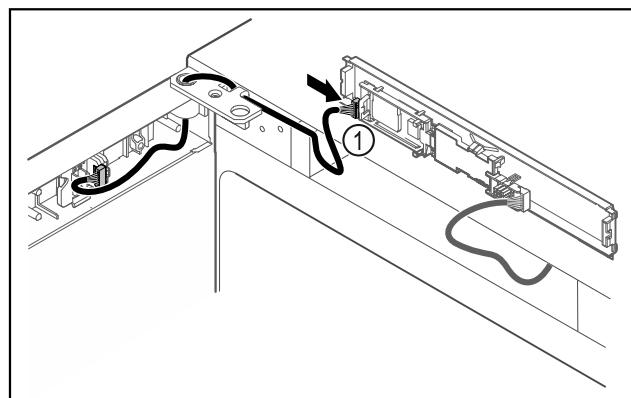

Fig. 49
- ▶ Συνδέστε το φίς Fig. 49 (1) στην πλακέτα.